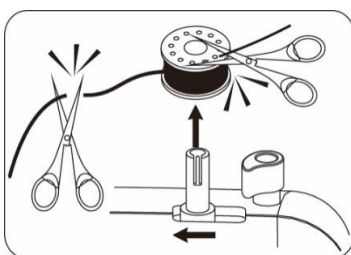

Abb. 33
6. Nehmen Sie den Fuß vom Pedal und schalten Sie die Maschine aus. Nehmen Sie die Spule ab und schneiden Sie den Faden ab. Schieben Sie den Spulenstopp nach links. (Abb. 33)